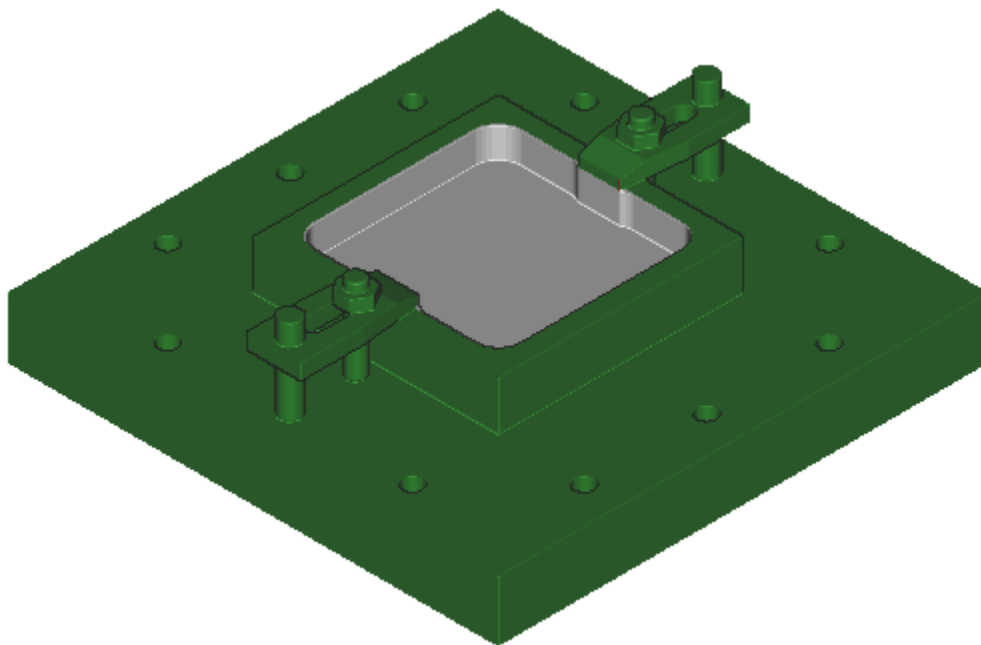

图 8-99
- 单击  验证刀轨，如图 8-99 所示。注意：刀具紧贴夹具，应设置检查余量。